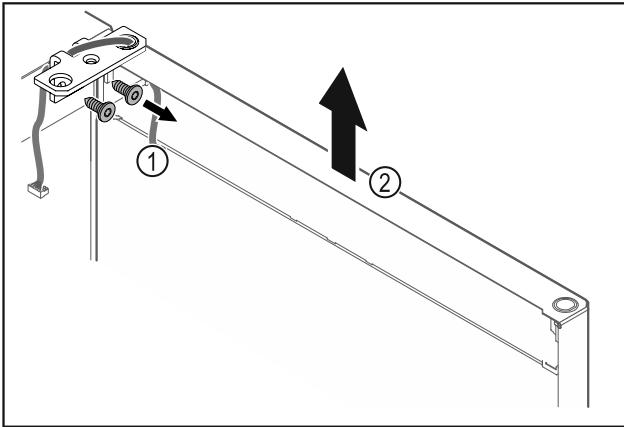

Fig. 17
- Scharnierwinkel Fig. 17 (1) abschrauben.
- Tür inklusive Scharnierwinkel Fig. 17 (2) circa 200 mm (7.87 in) gerade nach oben heben und abnehmen.